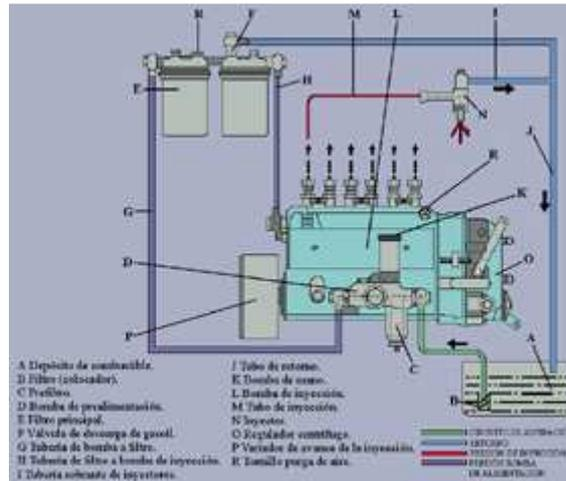

Fig. 8
• **Circuito de baja presión (fig. 8)**